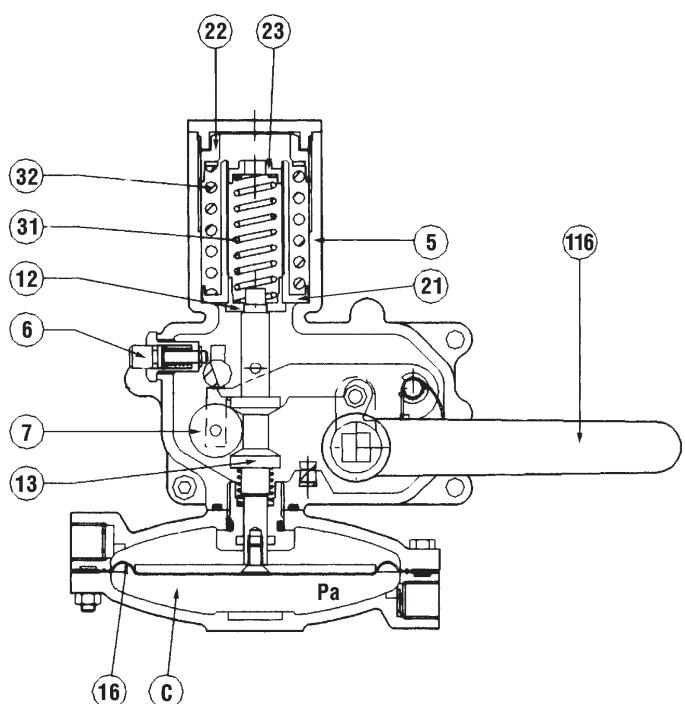

Fig. 14
Das Sicherheitsabsperrventil SAV (Abb. 14) dient zur sofortigen Unterbrechung des Gasdurchflusses, falls der Regeldruck aufgrund irgendeiner Störung einen voreingestellten Auslösedruck über- und/oder unterschreiten sollte oder falls das SAV von Hand ausgelöst wird. Die wichtigsten Merkmale dieses Sicherheitsabsperrventils sind:
*Il s'agit d'un dispositif (Fig. 14) qui bloque immédiatement le flux du gaz si, en raison d'une panne quelconque, la pression en aval atteint la valeur prédefinie pour son intervention, ou s'il est actionné manuellement.*
- *précision (AG):  $\pm 1\%$  sur la pression d'étalonnage pour des augmentations de pression;*